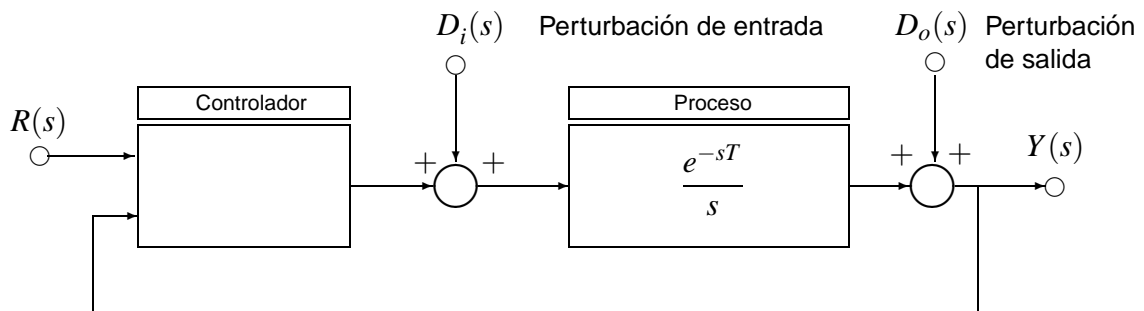

Figura 4: Control de un proceso con retardo
2. **Problema de diseño.** La Figura 4 representa esquemáticamente un sistema de control de un proceso integrador con un retardo puro $T = 0,25s$.